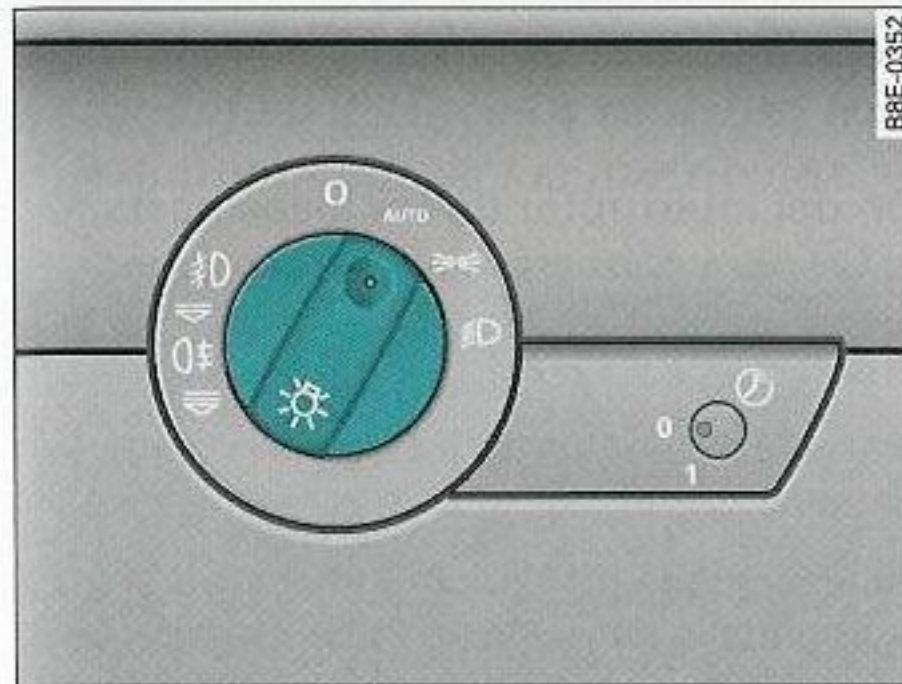

Fig. 60 Detalle del tablero de instrumentos: Interruptor de las luces
- Gire el interruptor de las luces ⇒ fig. 60 hasta la posición **AUTO**.